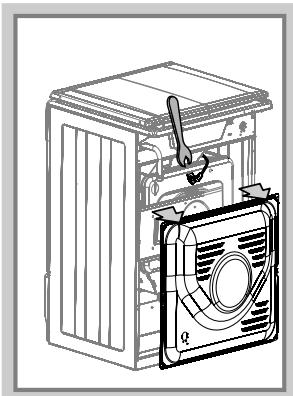

Рис.19
- при помощи ключа выкрутить и заменить сопло (рис.19). Если доступ затруднен, нужно:
Перевести ручку крана в положение «малое пламя», снять ручки, воротники, панель и отверткой, вращая BMR, добиться минимального, но устойчивого пламени горелки (длина пламени должна составлять 4...6 мм) (рис.19). Правильность настройки проверяется быстрым поворотом ручки крана из положения «максимальное пламя» в положение «малое пламя». Пламя при этом не должно гаснуть.